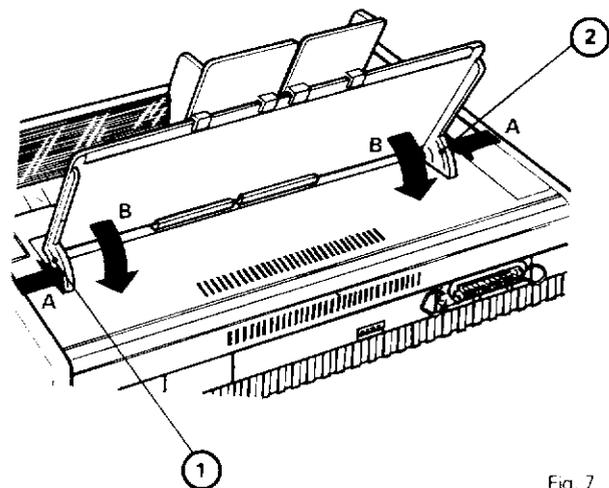

Fig. 7
Monter l'introducteur de papier comme indiqué au paragraphe précédent puis le placer en position horizontale : appuyer sur les verrous plastiques (1) et (2), figure 7 dans le sens indiqué par les flèches A et faire basculer l'ensemble vers l'arrière (flèches B).